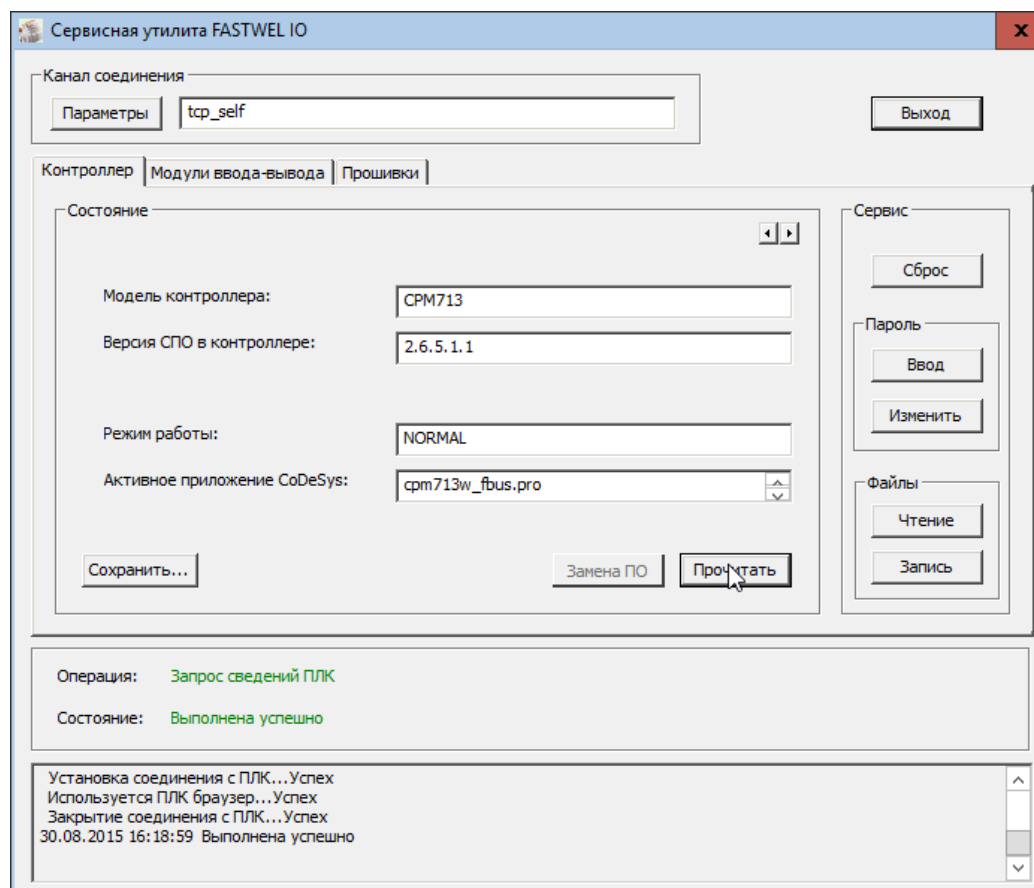

Рис. 5.13 Запрос текущего состояния контроллера
4. После настройки параметров канала соединения убедитесь в наличии связи с контроллером, для чего на вкладке **Контроллер** нажмите кнопку **Прочитать**. В случае успешного соединения с контроллером в области **Контроллер–Состояние** в главном окне сервисной утилиты будут отображены модель контроллера, версия системного программного обеспечения контроллера, режим работы и имя проекта, функционирующего в контроллере, как показано на Рис. 5.13.